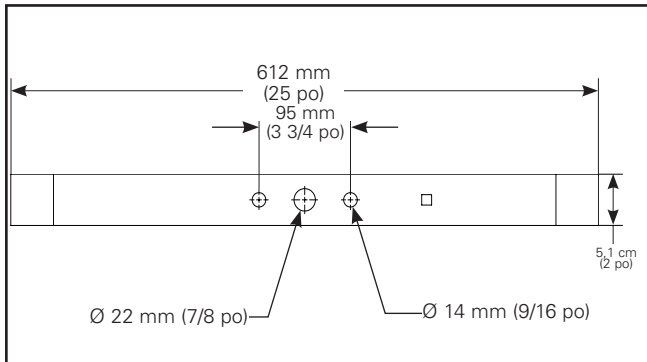

Figure 5.
1. Installez le luminaire sur la surface en utilisant le modèle de trou indiqué sur l'étrier (figure 5).